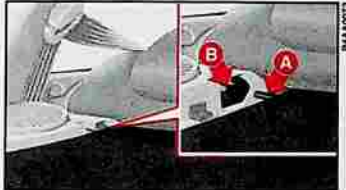

fig. 90
2) dégager les doigts **A**-fig. 90 de la tablette de leurs logements **B** et l'enlever.